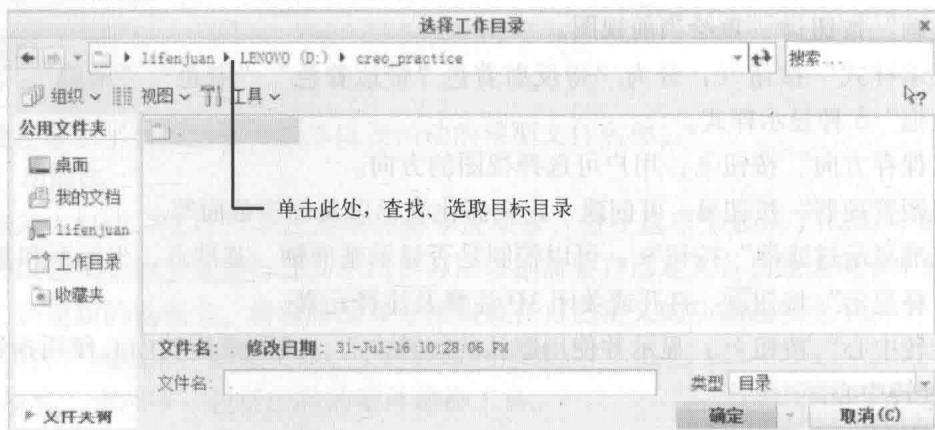

图 1-2-5 “选择工作目录”对话框
① 单击“选择工作目录”按钮，或者选择【文件】下拉菜单→【管理会话】→【选择工作目录】命令。
② 系统弹出“选择工作目录”对话框，如图 1-2-5 所示，选择 D 盘，在 D 盘中查找文件夹“creo\_practice”，并选取目录“creo\_practice”，单击对话框中“确定”按钮。